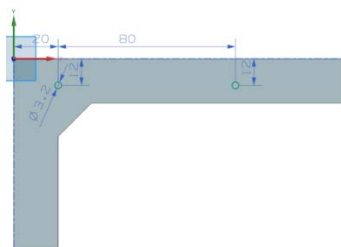

图 11-145 绘制草图
(1) 选择“菜单(M)”→“插入(S)”→“草图(H)”，或者单击“主页”选项卡“直接草图”面组上的“草图”按钮，打开“创建草图”对话框。
(2) 选择突出块的上表面为草图绘制面，绘制如图 11-145 所示的草图。单击“完成”